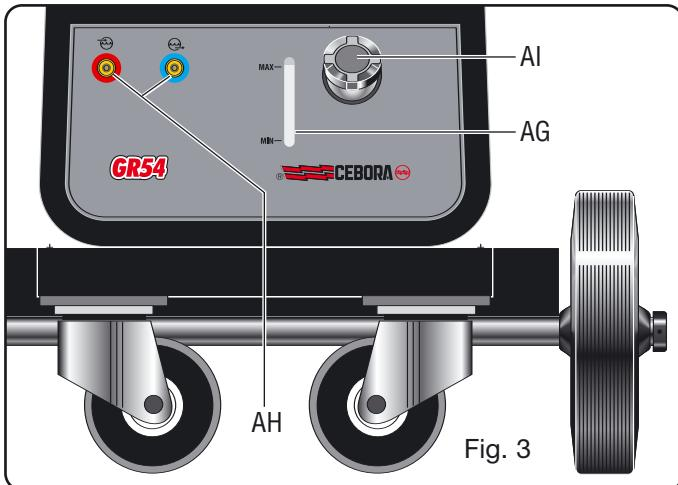

Fig. 3
3.5.1.5 Beschrijving van de waterkoelunit voor Art.341(Fig. 3)